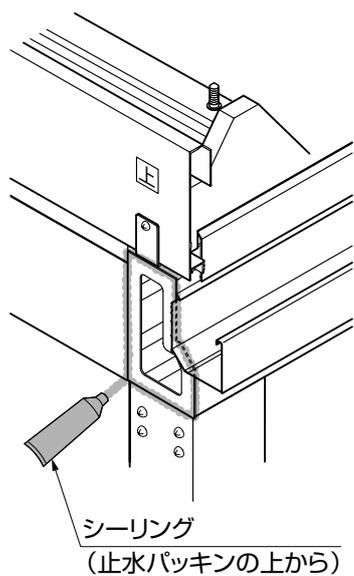
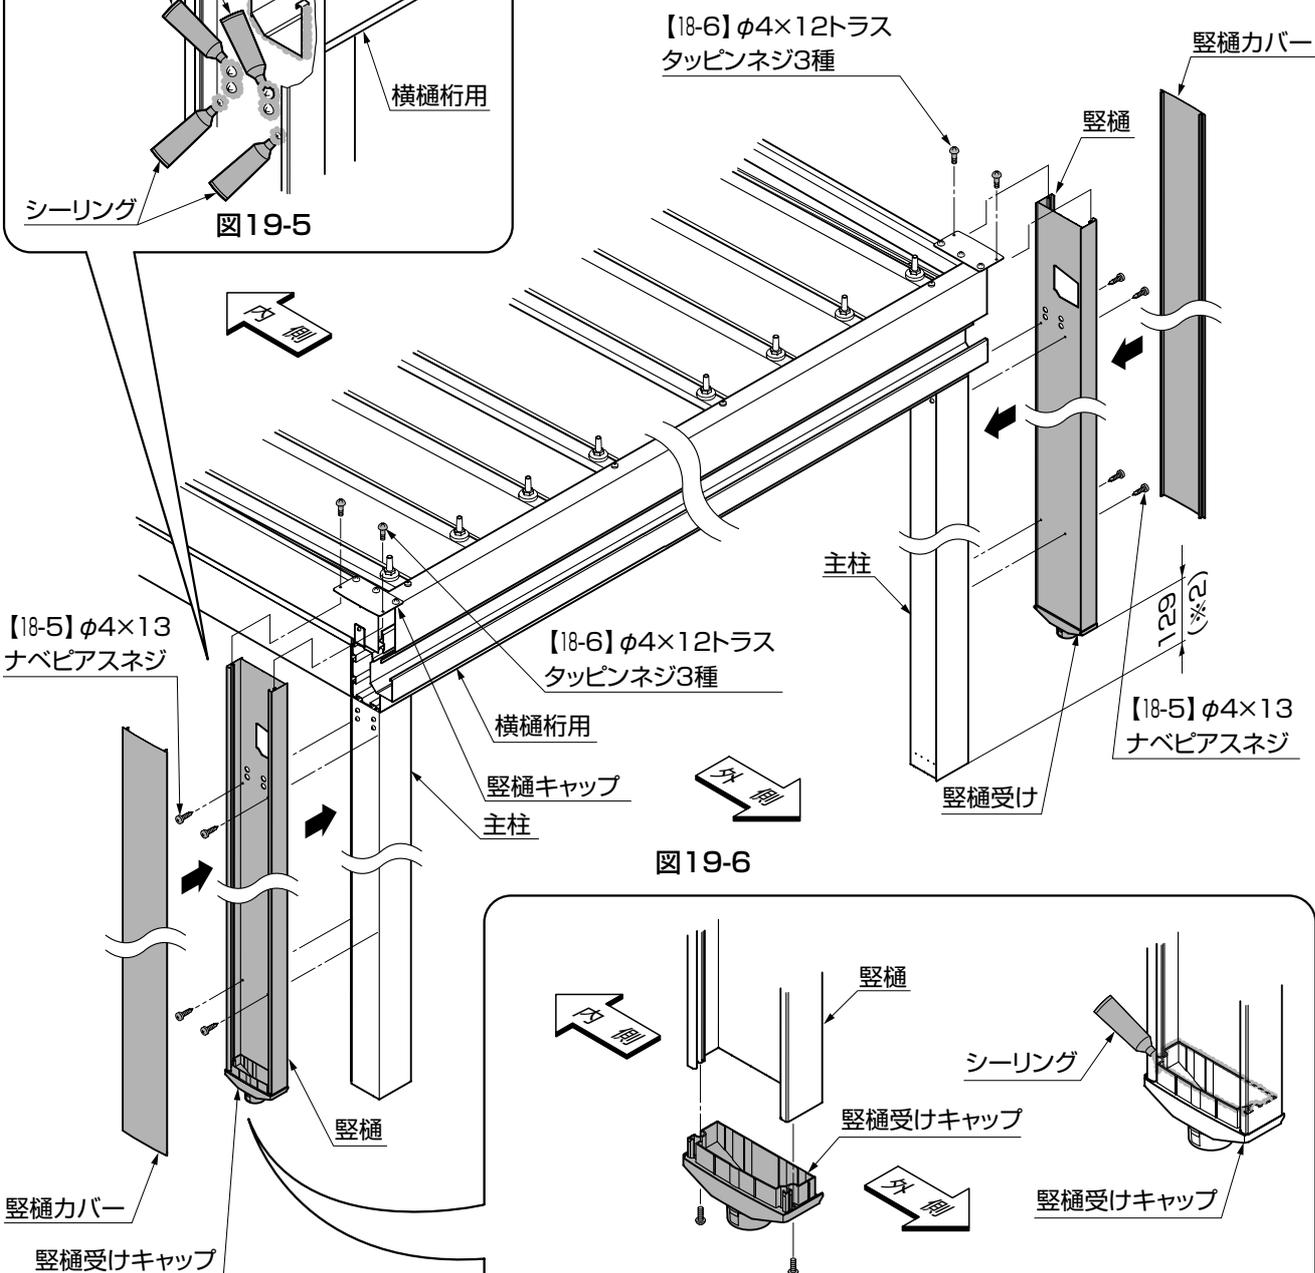

図19-2
図19-6
③ 桁端面を止水パッキンの上からシーリングしてください。(図19-2参照)
④ スタイルコート外側に水勾配を設ける場合、土間仕上げ面上端から129mm(※2)に縦樋の端部がくるように切断してください。
⑤ 縦樋キャップに【18-6】で縦樋を取付けてください。(図19-6参照)
- ⑤主柱と縦樋を【18-5】で取付けてください。(図19-6参照)
- ⑨縦樋に縦樋カバーをはめてください。(図19-6参照)